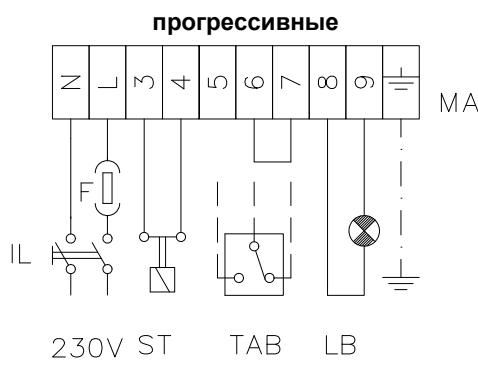

Рис. 10
- 9 Давление питания форсунки уже отрегулировано заранее на заводе-изготовителе и не должно изменяться. Только в случае необходимости, отрегулировать давление питания (см. соответствующий параграф) следующим образом: установить манометр в положение, указанное на Рис. 14, воздействовать на регулировочный винт **VR** насоса (см. Рис. 13) до получения на форсунке давления в 20 бар (форсунки Bergonzo - см. график на Рис. 10);
- 16 Сместить **кулачок III** (малое пламя) в сторону минимальной мощности, с тем, чтобы сервопривод начал закрываться, до тех пор, пока два подшипничка не совместятся с регулировочным винтом, относящимся к самой низкой точке: закручивать винт **V** для увеличения расхода, откручивать - для уменьшения, с целью получения значения давления, как на графике на Рис. 10, на основании требуемого расхода.